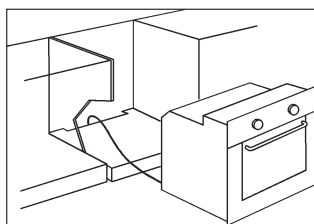

Fig. 2
2. Vérifiez que le cordon d'alimentation ne reste pas coincé après l'installation du four (Fig. 2).